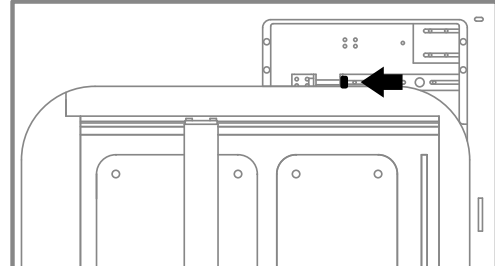

Abb. 12.74 Schraube die markierte Schraube mit einem Drehmomentschlüssel fest.
12. Ziehe die markierte Schraube durch die Inspektionsöffnung auf der rechten Seite des Druckers mit einem Drehmomentschlüssel an (Abb. 12.74). Ziehe die Antriebskordel mit einem Wert von 10 Ncm an.